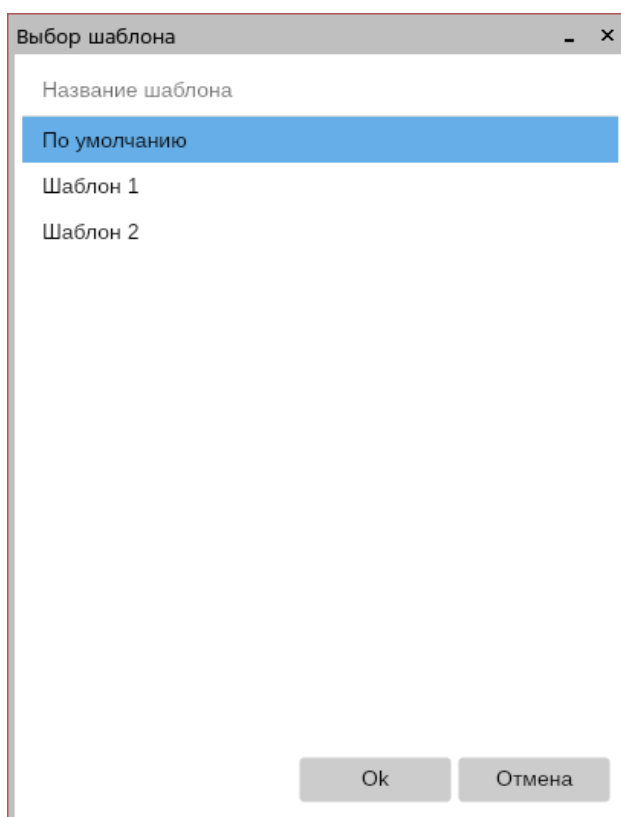

Рисунок 3.28 – Окно Выбор шаблона
4. В открывшемся окне **Выбор шаблона** выбрать нужный шаблон и нажать кнопку **Ок** (рисунок 3.28).